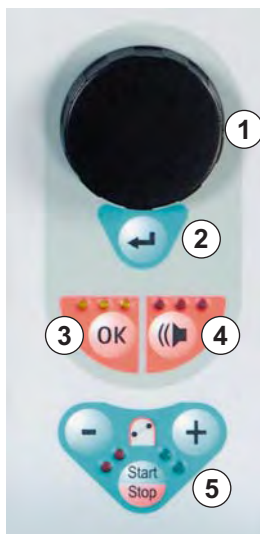

Рис. 3-8 Элементы управления на мониторе
При помощи **вращающейся ручки** (Рис. 3-8, ①) курсор перемещается по экрану.